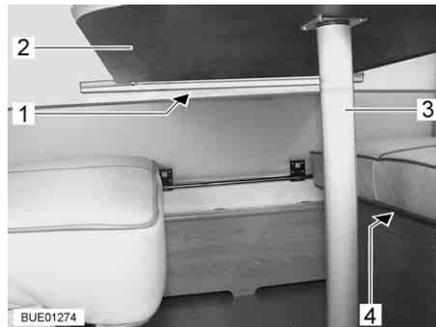
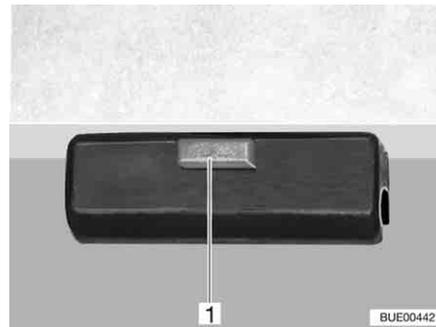

Bild 90 Hängetisch mit wechselbarem Tischfuß
Bild 91 Verriegelung
- Tischplatte (Bild 90,2) vorn leicht anheben.
- Tischfuß (Bild 90,3) abschrauben und beiseite legen.
- An der Verriegelung (Bild 90,1) den Entriegelungsknopf (Bild 91,1) drücken.
- Tischplatte in die Aufnahmen (Bild 90,4) an den Sitzbänken legen.